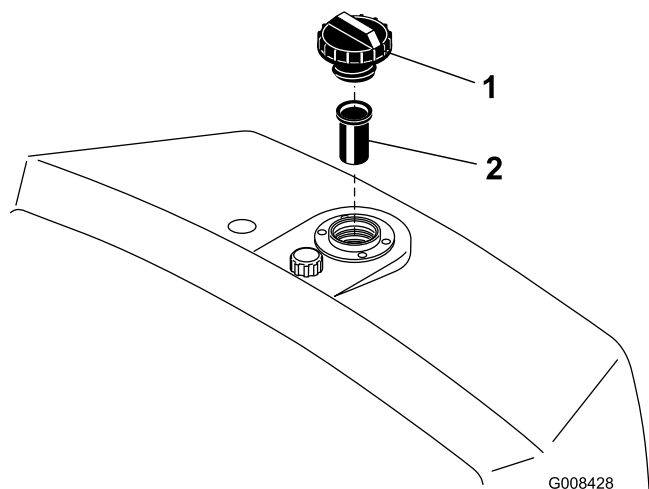

Figure 33
2. Retirez le bouchon du réservoir et vérifiez le niveau de liquide. L'huile doit arriver au bas de la crépine dans le goulot de remplissage (Figure 33).